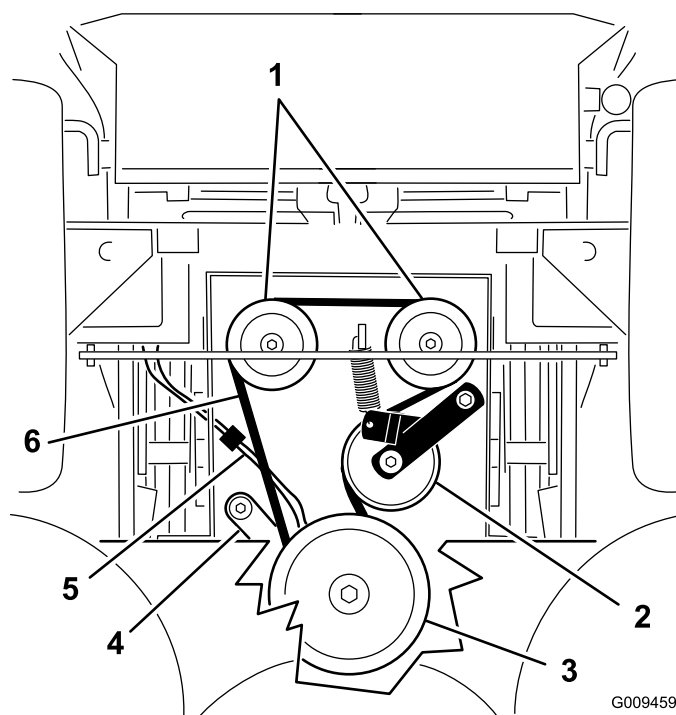

Figure 62
- Détachez le dispositif de retenue de l'embrayage du plancher moteur (Figure 62).
- Décrochez le ressort de tension du bâti (Figure 62).
- Placez le ressort de tension entre le bras de la poulie de tension et la patte du bâti (Figure 62).
- Reposez le dispositif de retenue de l'embrayage sur le plancher moteur (Figure 62).